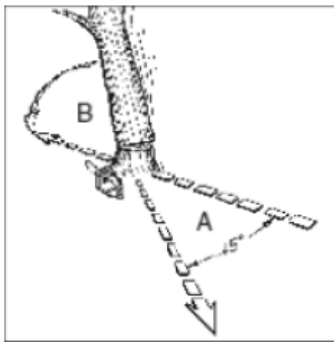
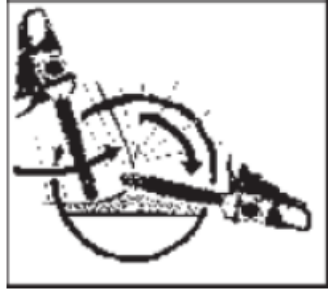

Fig 10a
Fig 10d
Avertisment: Înainte de a începe tăierea, trebuie prevăzută și degajată o cale de evacuare (A). Calea de evacuare trebuie să se prelungească înapoi și în diagonală, în sens opus direcției de cădere, ca în Fig. 10a.
În caz că diametrul lemnului tăiat depășește lungimea lamei, efectuați două tăieturi, ca în figură (Fig. 10d). **AVERTISMENT:** Când tăietura de doborâre se apropie de balama, arborele ar trebui să înceapă să cadă. Când arborele începe să cadă, scoateți ferăstrăul din tăietură, opriți motorul, lăsați jos ferăstrăul cu lanț și părăsiți zona pe calea de evacuare (Fig. 10a).